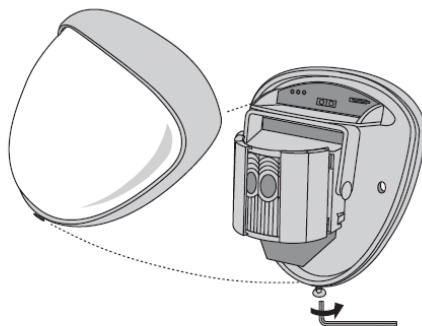

Abb. 6
- 5) Wenn der Detektor korrekt ausgerichtet und installiert ist, setzen Sie die Frontabdeckung wieder ein und verriegeln Sie diese, wie dargestellt. **Siehe Abb. 6.**